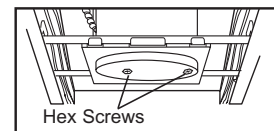

Fig. 5
Step 4. When installing in drywall, cut appropriate sized hole.* After installing drywall, if necessary, adjust fixture for ceiling thickness by loosening hex screws that attach the round housing to the plaster frame (Fig. 5)
Paso 4. Cuando se instala en muro seco, corte un orificio del tamaño apropiado*. Después de la instalación en muro seco, si fuera necesario, ajuste el accesorio al espesor del cielo raso aflojando los tornillos de cabeza hexagonal que fijan la hornacina redonda al marco de yeso (Fig. 5).
Étape 4. Quand on monte un cloison sèche, il faut découper un orifice de la bonne taille.* Après le montage de la cloison sèche, réglez s'il y a lieu le luminaire en fonction de l'épaisseur du plafond, en desserrant les vis à tête à six pans qui fixent le boîtier rond au cadre en plâtre (Fig. 5).